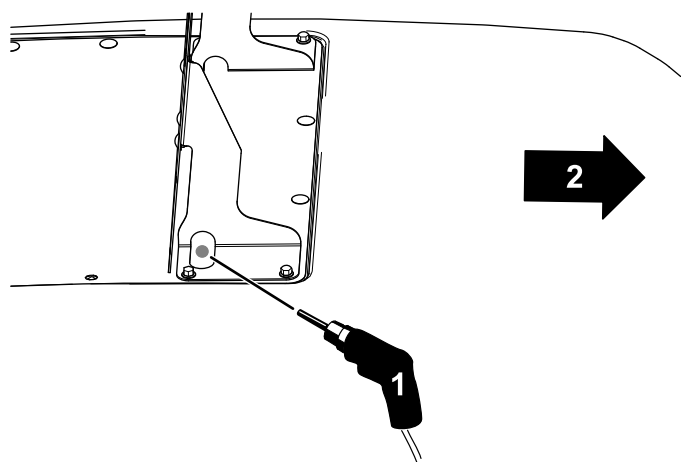

Figura 31
11. Realice un taladro ($\frac{1}{2}$ ") a través de la rejilla del capó para dirigir el arnés de cables (Figura 31).